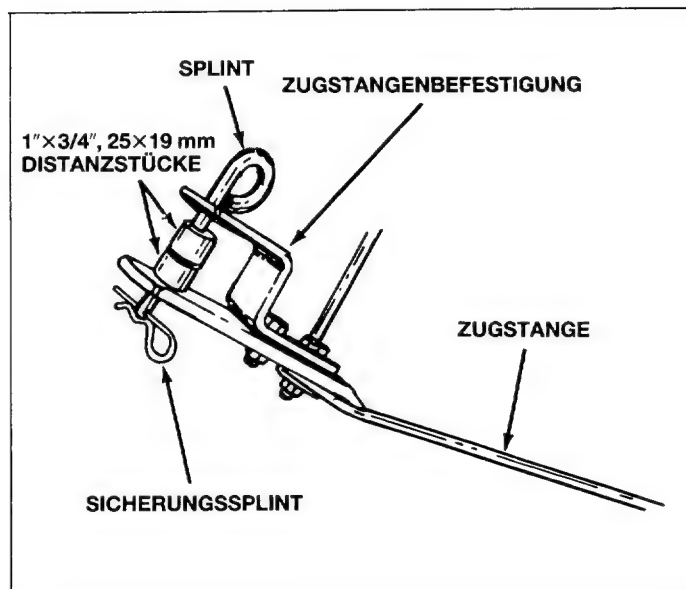

Bild 11
12. Den Sicherungssplint, zwei Distanzhülsen 25×19 mm und die Sprengklammer (Bild 11).